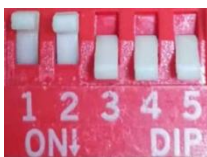

图 5.3 相序学习拨码开关设置图
- 拨码开关启动相序学习：让电机处于空载状态，拨码开关设置为相序学习，如图 5.3 所示，使能开关（EN）闭合（低电平），接通驱动器电源，工作指示灯开始快闪，进入相序学习。